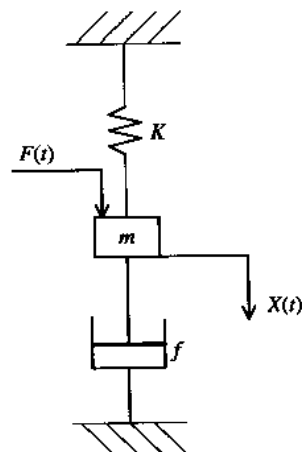

图 8.61 题 8.1 图
8.1 图 8.61 示为弹簧—质量—阻尼器系统。系统的动态方程为